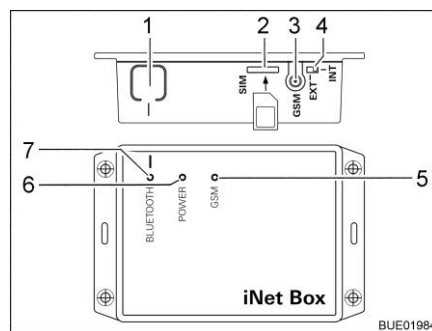

Fig. 240 Truma iNet Box
- Premere il tasto BLUETOOTH (Fig. 240,1) della iNet Box per 1 secondo. Nel terminale mobile la Truma iNet Box è visibile per circa 2 minuti (nome: "Truma iNet-Box"). In questo tempo il LED BLUETOOTH (Fig. 240,7) blu lampeggia.
- Spingere con cautela la mini SIM con il proprio numero di telefono e credito sufficiente nello slot (Fig. 240,2) della Truma iNet Box, come illustrato, finché non si innesta. Il LED GSM (Fig. 240,5) rosso deve lampeggiare costantemente. Quando dopo 20 secondi il LED rosso si spegne: Controllare la mini SIM.